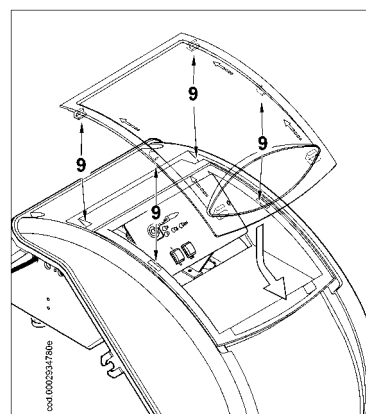

Figura 5
5) Per una corretta risistemazione dello sportellino trasparente sul quadro procedere come indicato in figura 5: posizionare i ganci in corrispondenza delle rispettive sedi (9), far scorrere lo sportellino nella direzione indicata dalla freccia fino ad avvertire un leggero scatto. A questo punto è garantita un'adeguata tenuta.